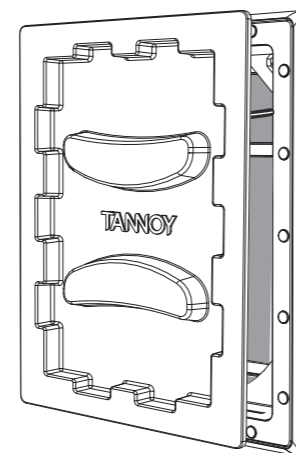

Fig. 12. Adding the Paint Mask to the Frame
2. Pressa in färgmasken i ramen, där den hålls på plats med magneter (bild 12). Detta lämnas på plats medan vägg- och ramomgivningen är målad och tills högtalaren är klar att installeras.